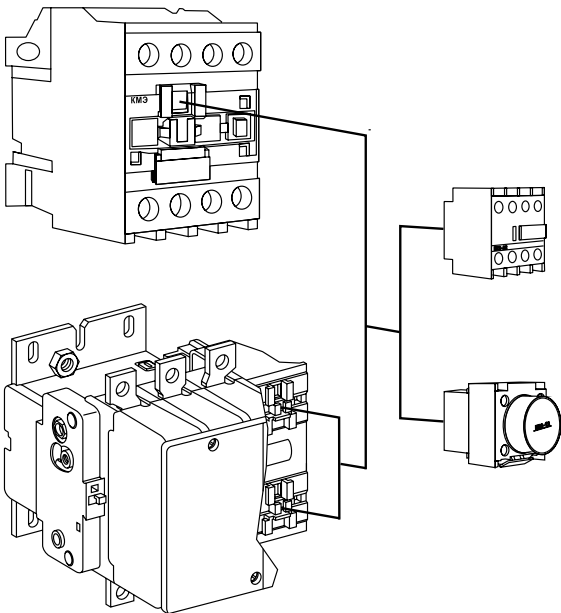

Рис. 1
1. Схема установки приставки контактной ПКЭ EKF PROxima и приставки выдержки времени ПВЭ EKF PROxima на контакторы KMЭ EKF PROxima и КТЭ EKF PROxima (рис. 1).